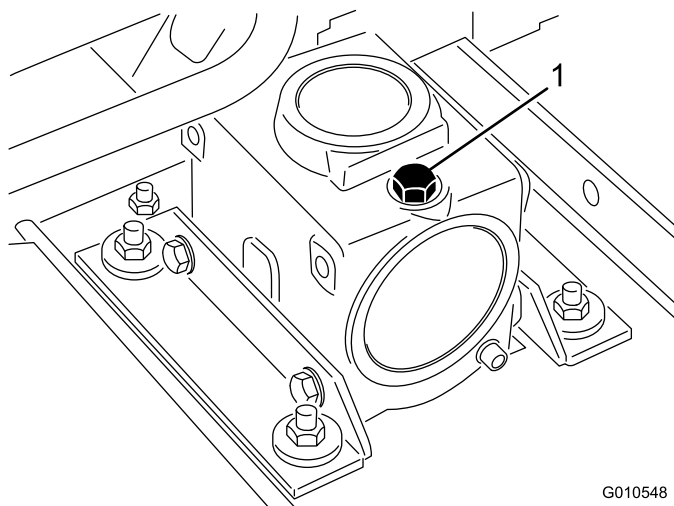

図 12
2. ギアボックスの上部についているディップスティック兼給油プラグ（図 12）を取り、オイルの量が、ディップスティックについている2本のマークの間にあることを確認する。油量が少なければ2本のマークの中間まで補給する。